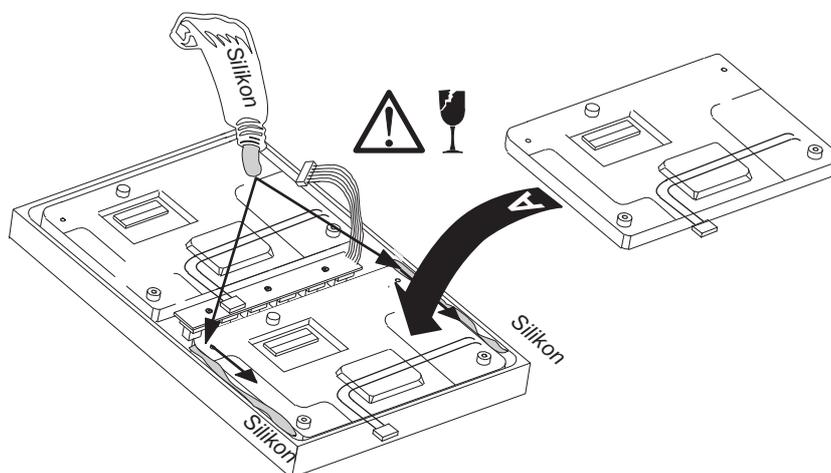

Bild D 8-29: Montieren des neuen Displays
7. Setzen Sie das neue Display ein (siehe Bild D 8-29, A) und fixieren Sie es mit Silikon (siehe Bild D 8-29, B).